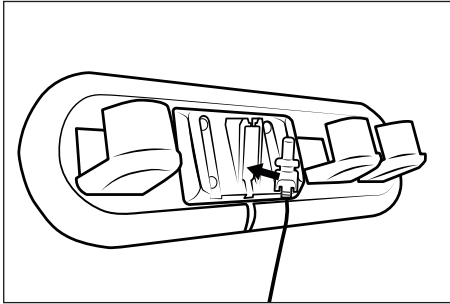

Rys. 3
- 3) Wsuń akumulator 2 do urządzenia, aż zatrzaśnie się w urządzeniu ze słyszalnym kliknięciem (patrz rys. 3).